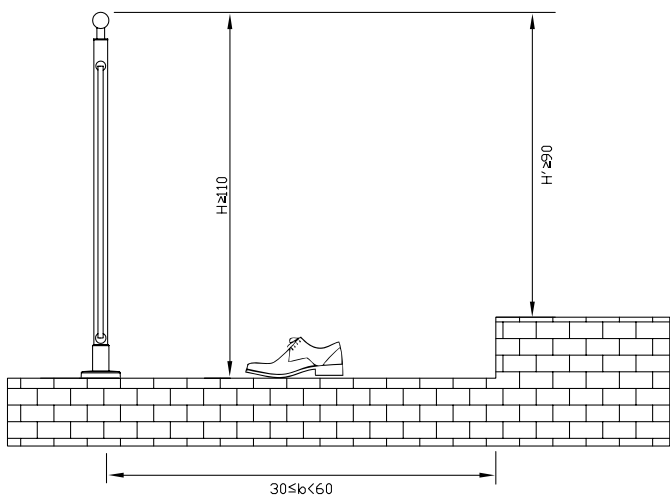

Ilustración 12/ Illustration 12
- En el caso de que un pasillo termine o gire en torno a un punto y el desnivel del pasillo al suelo sea superior a 100 cm, se deberá colocar una barandilla. (Ilustración 12) De lo contrario se podría colocar algún objeto para evitar pasar, por ejemplo una jardinera.